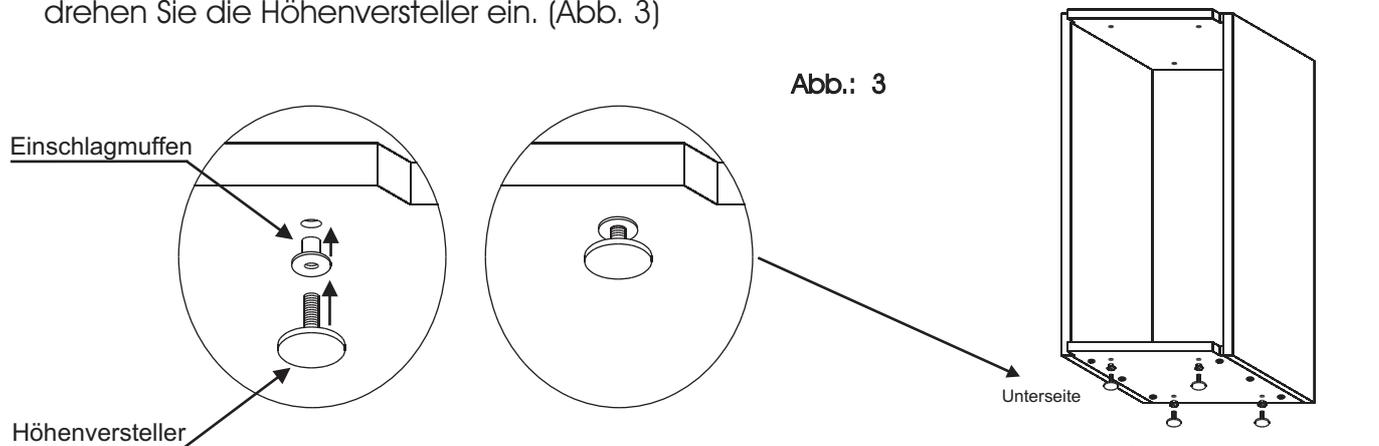

Abb.: 3
4. Schlagen Sie von der Unterseite des Korpus die Einschlagmuffen vorsichtig ein. Anschließend drehen Sie die Höhenversteller ein. (Abb. 3)